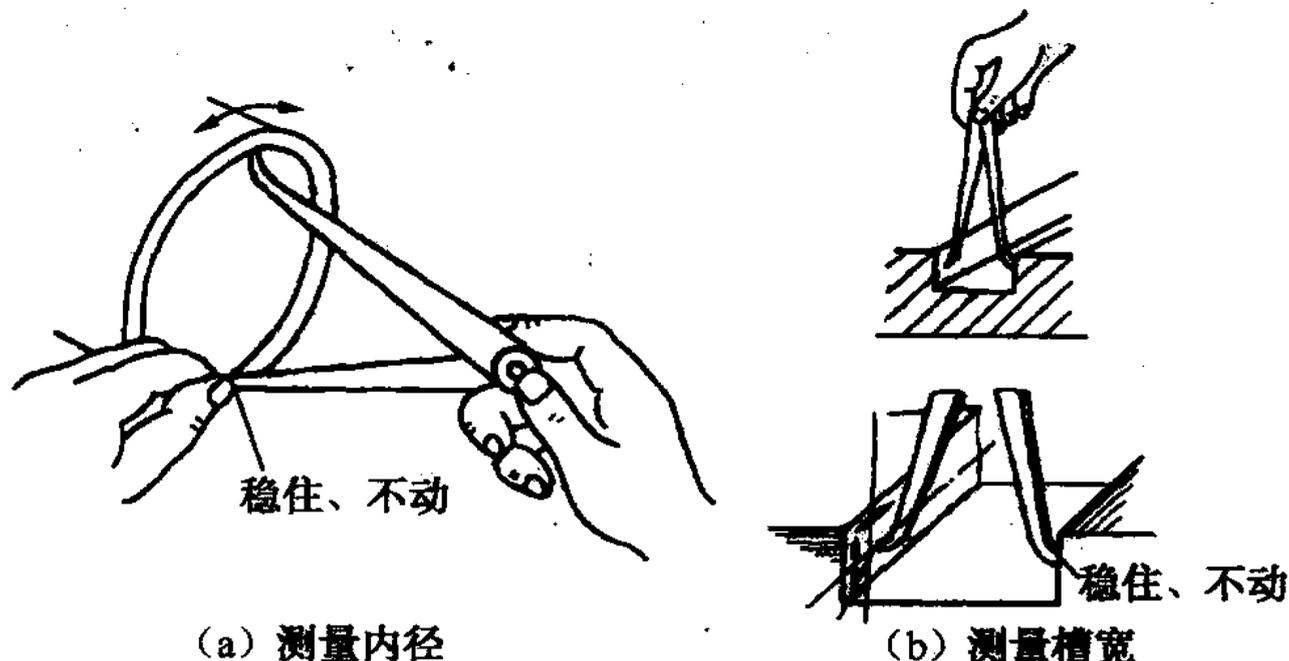
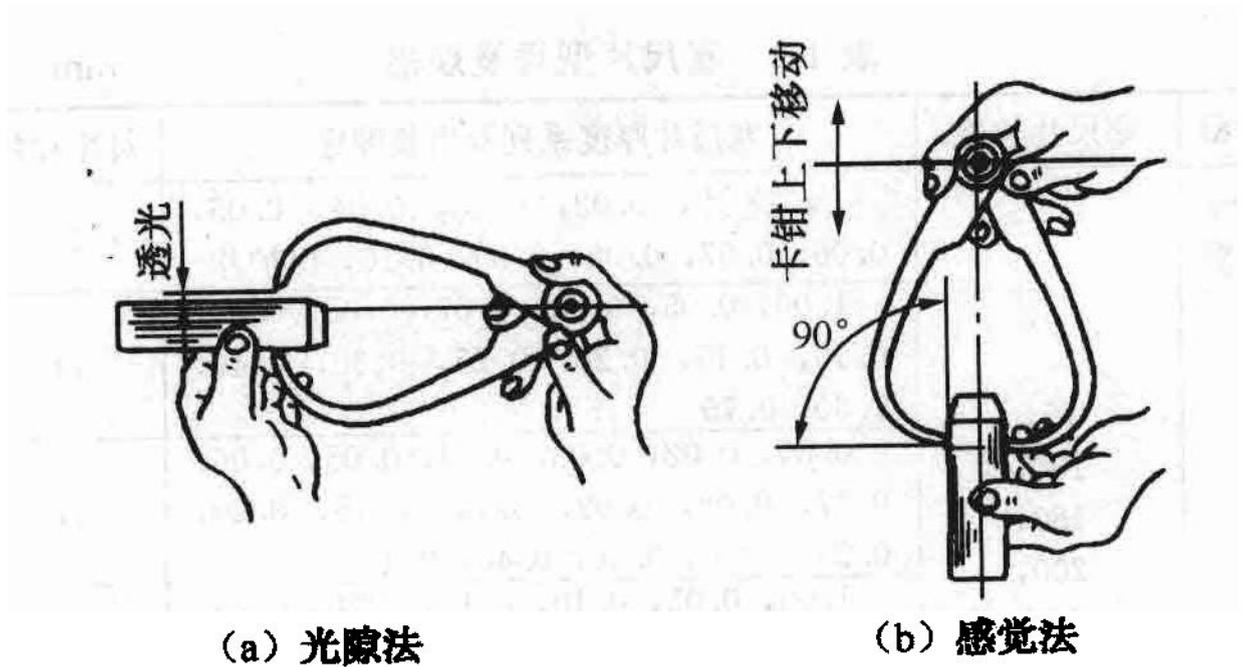

图 1-7 内卡钳使用方法
图 1-8 外卡钳使用方法
(1) 用途 外卡钳用于测量工件的外部尺寸，如测量外径、平面等；内卡钳用于测量工件内部尺寸，如测量内径、槽宽等。
(2) 规格 卡钳常用规格有 125mm、150mm、200mm 等。
(3) 使用方法 用卡钳测量工件的方法有光隙法和感觉法两种。如图 1-7 和图 1-8 所示。